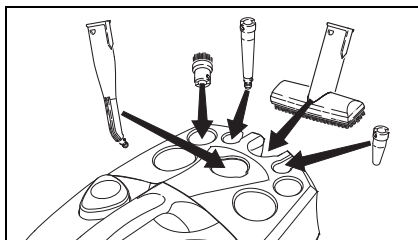

Fig. 1
- Introduceți duza de mână (E1) în suportul adecvat pentru accesorii (vezi fig. 1).